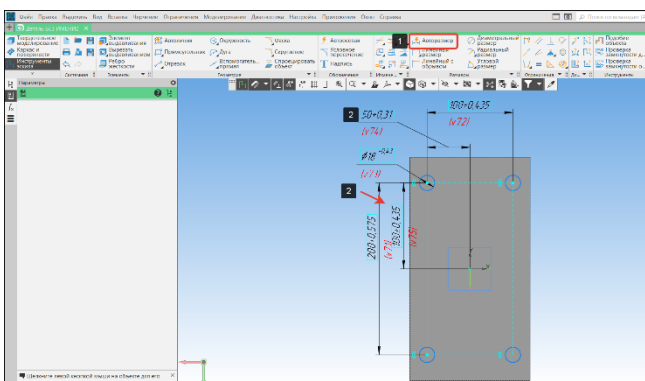

Рисунок 59 – Привязка геометрии к началу координат
- После того как эскиз определен, необходимо привязать его к началу координат или к элементам трехмерной модели. Привязку будем осуществлять с помощью размеров, допускается использовать и другие способы. В панели размеры выберем команду Авторазмер и проставить размеры соответствующие половине расстояния между центрами окружностей т. е. 100 мм и 50 мм. соответственно (Рисунок 59);